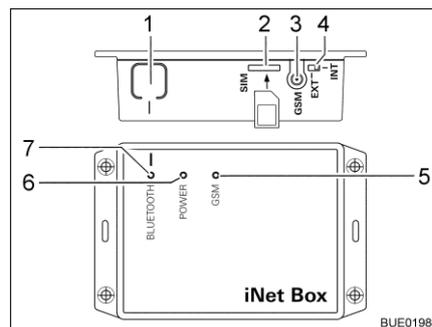

Fig. 233 Truma iNet Box
- Premere il tasto BLUETOOTH (Fig. 233,1) della iNet Box per 1 secondo. Nel terminale mobile la Truma iNet Box è visibile per circa 2 minuti (nome: "Truma iNet-Box"). In questo tempo il LED BLUETOOTH (Fig. 233,7) blu lampeggia.
- Spingere con cautela la mini SIM con il proprio numero di telefono e credito sufficiente nello slot (Fig. 233,2) della Truma iNet Box, come illustrato, finché non si innesta. Il LED GSM (Fig. 233,5) rosso deve lampeggiare costantemente. Quando dopo 20 secondi il LED rosso si spegne: Controllare la mini SIM.